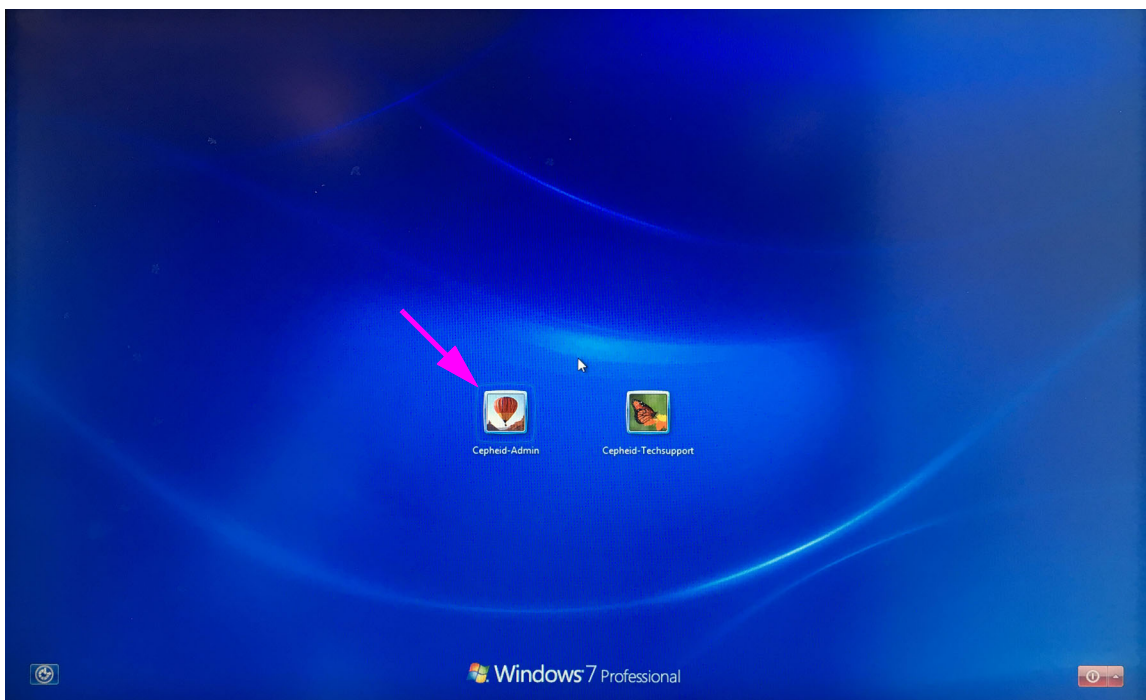
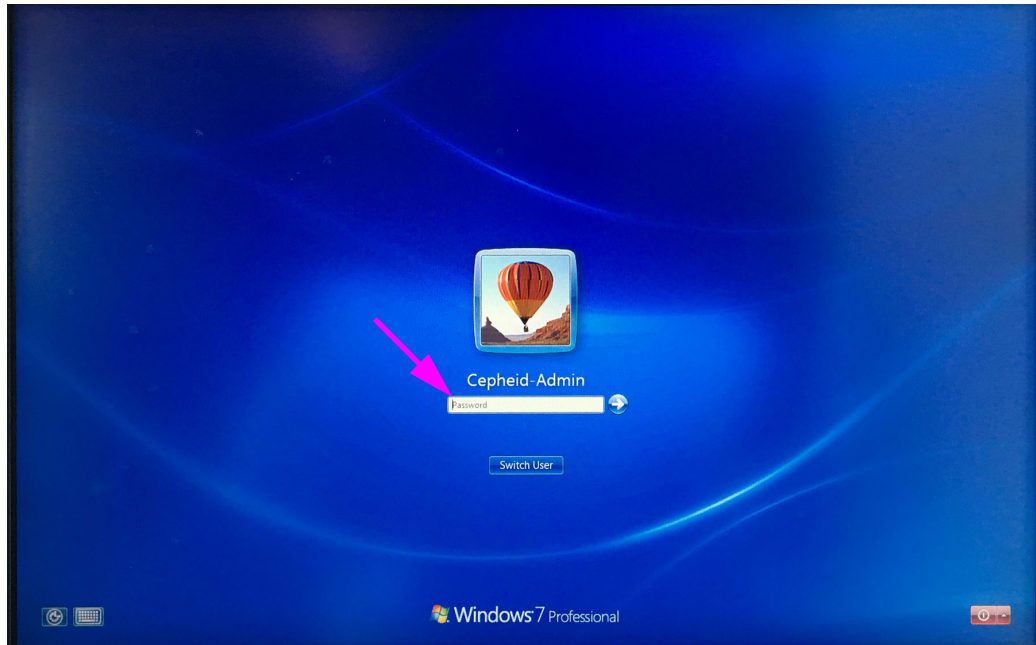

图 2-2. Windows 7 帐户屏幕
图 2-3. Windows 7 密码屏幕
1. 在 Windows 7 上，开机后将显示 Windows 帐户屏幕。请参见图 2-2。
Cepheid-Admin 帐户适用于所有客户任务，如运行测试、系统配置和软件更新。而 **Cepheid-Techsupport** 帐户仅供 Cepheid Technical Support 使用，如 图 2-2 中所示。
2. 在 Windows 帐户屏幕上，选择 **Cepheid-Admin** 用户帐户（请参见图 2-2）。出现 Windows 密码屏幕。请参见图 2-3。
3. 在 Windows 密码屏幕（参见图 2-3）上，输入密码。默认密码为 **cphtd** 并且必须在初始登录时更改（按照软件的指示）。密码由系统管理员更改后，输入分配的密码以供今后登录使用。显示 Windows 7 桌面屏幕。